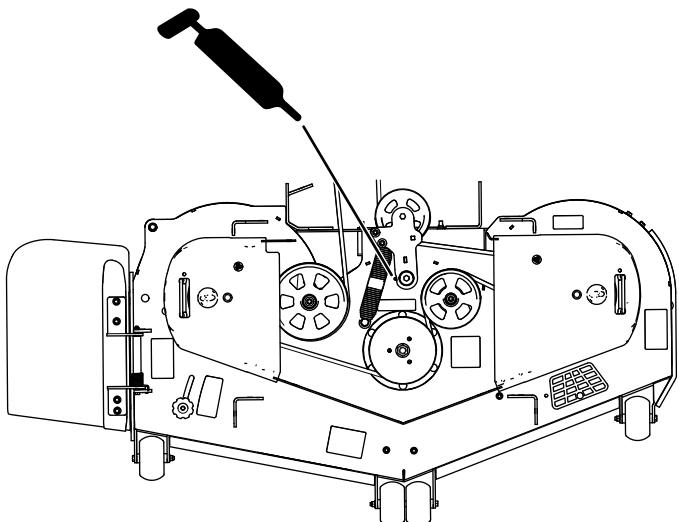
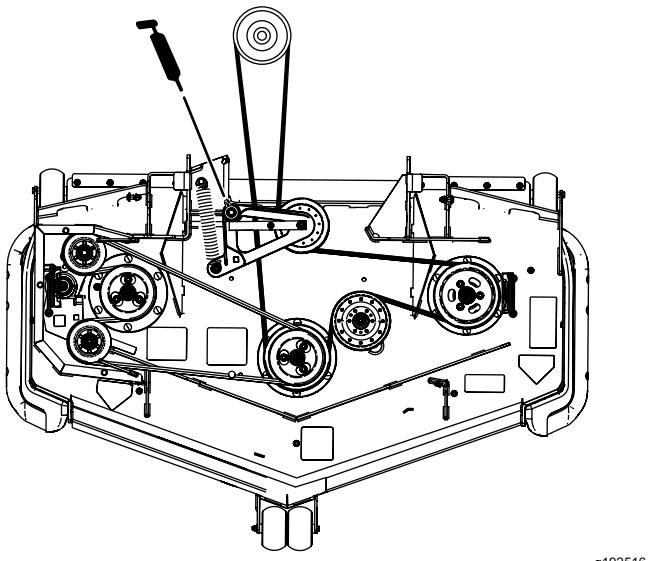

Figura 45
Figura 46
3. Lubrifique a articulação da polia intermédia da plataforma do cortador até o lubrificante sair por baixo (Figura 45 ou Figura 46).